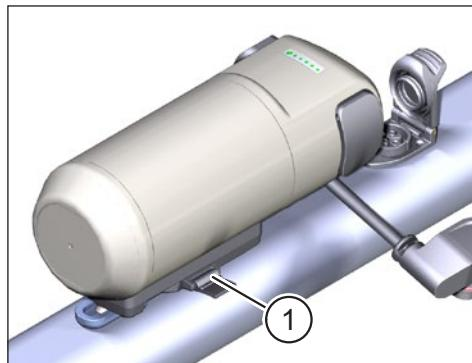

Fig. 6: FIDLOCK® systeem vergrendeld
- ▶ Duw het vergrendelingslipje zo ver mogelijk naar binnen (zie Pos. 1 in Fig. 6) om de Range Extender stevig op zijn plaats vast te zetten.